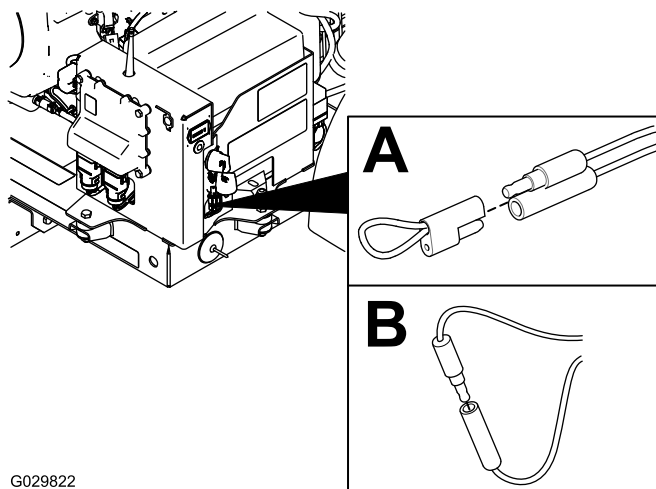

Рисунок 38
2. Снимите привязную крышку с двух диагностических замыкающих разъемов (Рисунок 38, А).
3. Соедините диагностические замыкающие разъемы друг с другом (Рисунок 38, В).